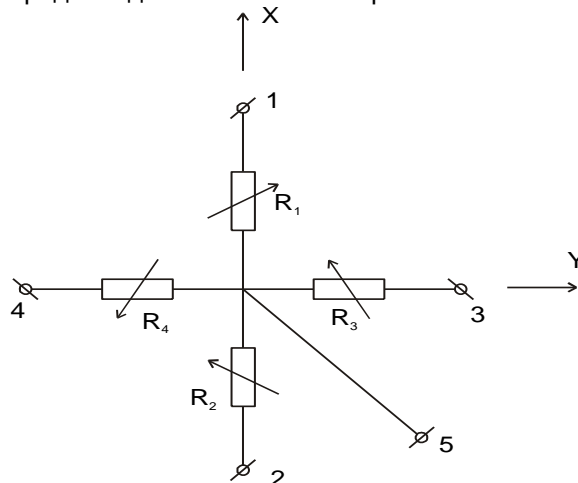

Рисунок 2. Эквивалентная электрическая цепь первичного преобразователя
1.4.2 При наклоне первичного преобразователя за счёт действия силы тяжести центральный подвижный электрод изменяет своё положение относительно боковых электродов, что приводит к изменению электрических сопротивлений, заполненных электролитом межэлектродных полостей (рис. 2). Эти изменения электрических сопротивлений преобразуются электронным блоком в выходные электрические сигналы измерителя.